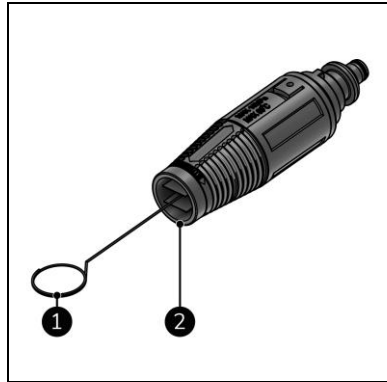

Figure 21
3. Retirez la buse (figure 21, pos. 2) de la rallonge de la lance (figure 5, pos. 1).
4. Nettoyez la buse à l'aide de la tige de nettoyage (figure 21, pos. 1).